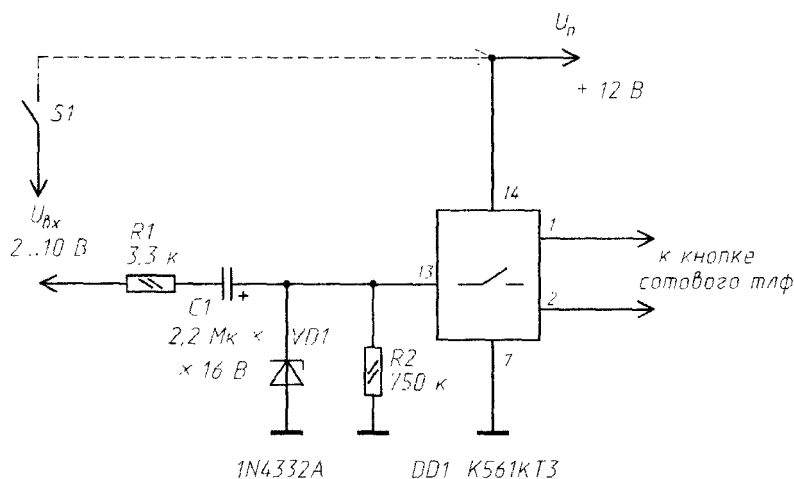

Рис. 1. Устройство-адаптер для сотового телефона
4. Собрать и подключить согласно электрической схеме (представленной на рис. 1) простое устройство-адаптер, которое получает сигнал от датчиков, установленных на охраняемом объекте.